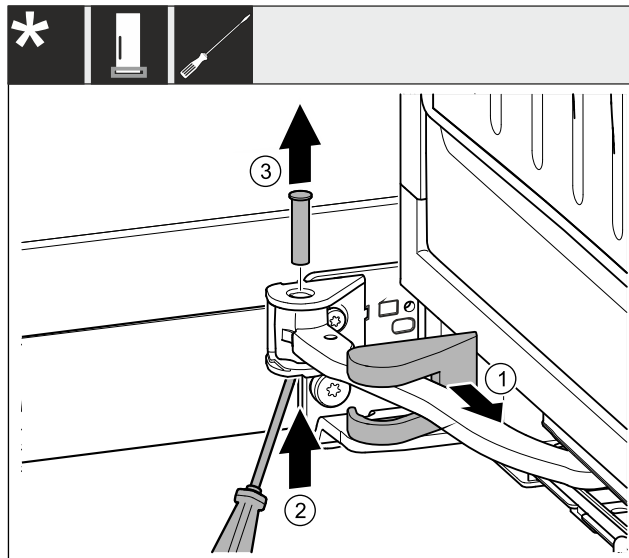

Fig. 5
- ▶ Odstranite pokrov ležajnega podstavka in ga zamaknite vzdolž zglobnega dela. Fig. 5 (1)
- ▶ Sornik s prsti ali izvijačem dvignite od spodaj. Fig. 5 (2)
- ▶ Izvijač zatakните pod glavo sornika in ga izvlecite. Fig. 5 (3)